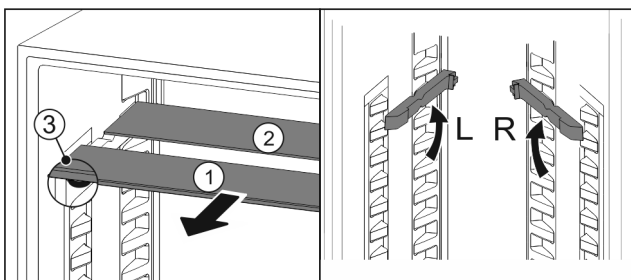

Fig. 17
- ▶ Посуньте Fig. 17 (1) скляну панель вперед.
- ▷ Скляна панель Fig. 17 (1) з декоративною планкою лежить спереду.
- ▷ Стопори Fig. 17 (3) показують вниз.